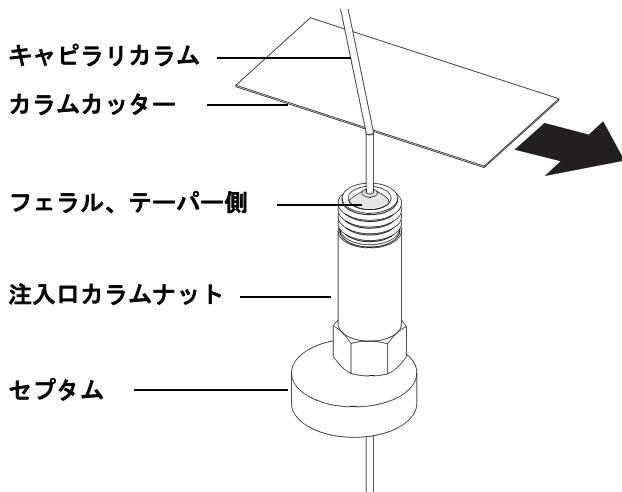

図 3 キャピラリカラムの取り付け準備
- 2 清潔な手袋を着用して、カラムを押してセプタムに通します（少し力が必要です）。次に、カラムナットおよびコンディショニングされたフェラルをカラムの固定されていない方の端に突き通します（図 3）。フェラルのテーパー側を上に向けて通します。